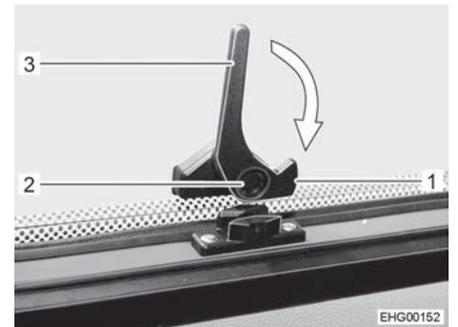

Fig. 32 Leva di serraggio, inferiore (posizione "Aperto")
- Premere il bottone di sicurezza (Fig. 32,2) sulla leva di serraggio inferiore (Fig. 32,3) e mantenerlo premuto.
- Ruotare la leva di serraggio inferiore (Fig. 32,3) di un quarto di giro verso il telaio della finestra, finché il nasello di chiusura (Fig. 32,1) si innesta.